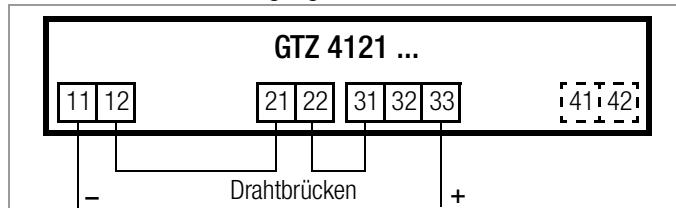

Bild 2 Anschluss der Ausgänge bei Drehstrom (Wandler 1 ... 3)
- ▷ Schließen Sie die Ausgänge nach Bild 2 und 3 an.